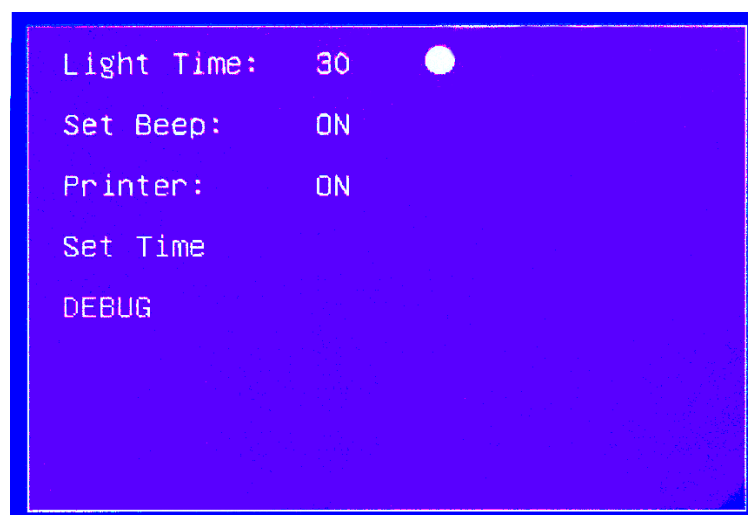

Рисунок 2.7 – Вход в расширенные настройки
7. Для входа в системные настройки (рис. 2.7), установить курсор на строке «System» с помощью кнопок «☀» и «☿», и нажмите кнопку «OK».